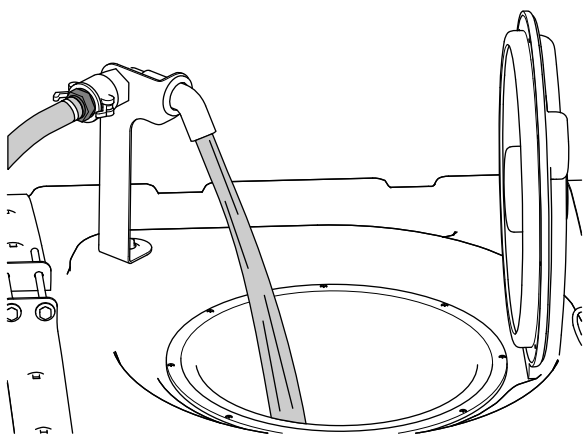

図 26
5. 所定量の $\frac{3}{4}$ の水を液剤タンクに入れる **図 26**。